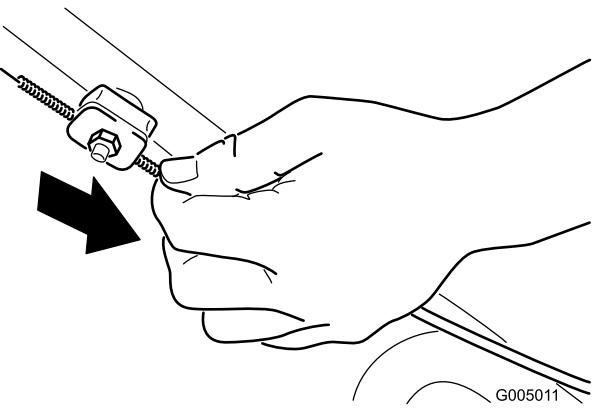

Figura 29
- Tire hacia abajo de la cubierta del cable (hacia la máquina) hasta eliminar la holgura del cable (Figura 29).